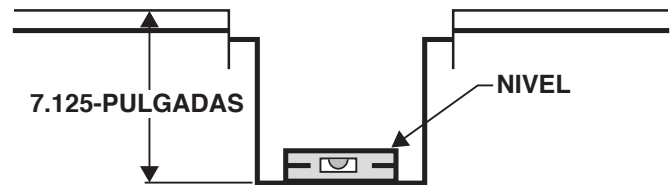

Figura 10C: Profundidad del montaje de la caja en forma de U
- Instale la caja de manera que la base interior quede 7" por debajo de la abertura del piso. **Nota:** si las unidades se instalan antes de colocar la terminación del piso, se debe restar el espesor del piso a las 7" para obtener la profundidad de montaje. Ejemplo: la profundidad de montaje de 7" menos el espesor del piso de 0.75" da como resultado la nueva profundidad de montaje. Ver la figura 10C.
- Use un nivel para verificar la correcta instalación de la caja. Ver la figura 10C.